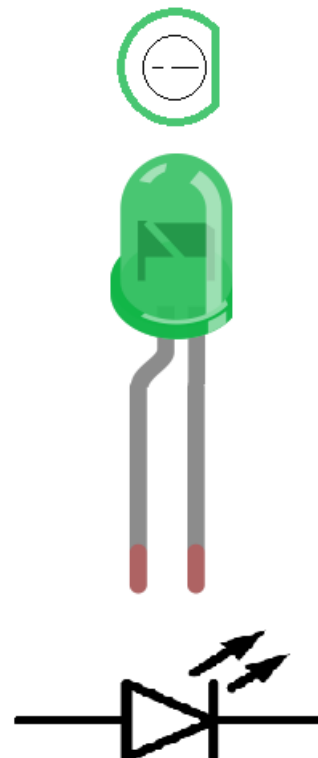

Figura 4: Polarização do LED.
3. A Figura 4 mostra um LED em detalhe. Complete a figura mostrando sua polarização.